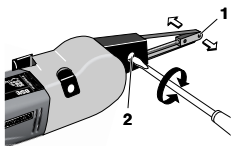

Fig. 5
3. Justierschraube **2** (Fig. 5) nach links bzw. rechts drehen bis das Band auf der Spannrolle (1) zentriert läuft.